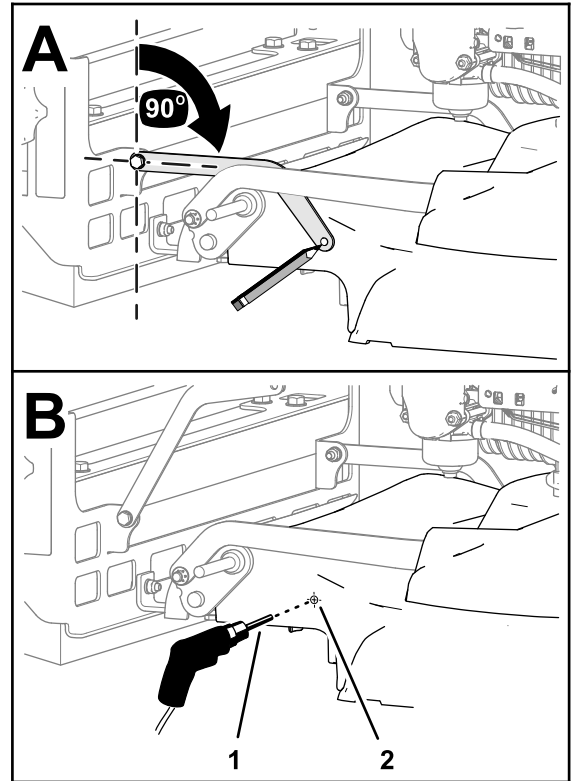

Figura 14
1. A la izquierda de la carcasa de la segadora, alinee el tirante del cepillo 90° con respecto al bastidor del cepillo (Figura 14).
2. Marque la ubicación del taladro del tirante del cepillo en la carcasa (Figura 14).
4. Taladre en la marca del medio con una broca de 6,5 mm, tal y como se muestra en la Figura 14.